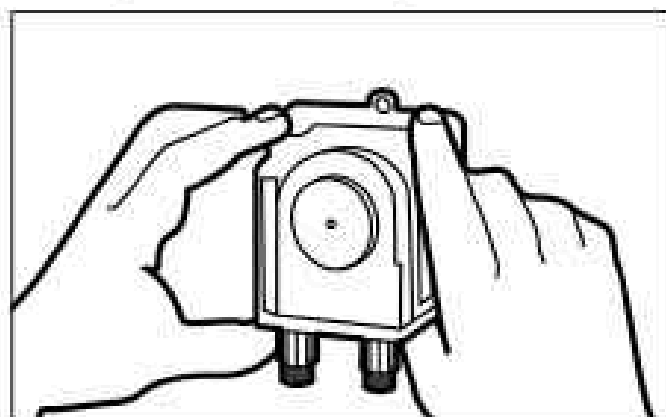

Figura 21. Alinee la tapa
2. Alinee la tapa del alojamiento del tubo con el riel y deslice sobre el tubo hasta que esté cerrado completamente. Consulte la Figura 21.